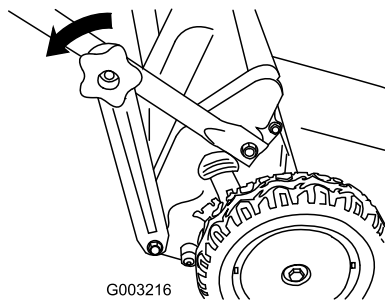

Figura 43
1. Retire los pomos del manillar inferior (Figura 43).
2. Desenganche los soportes del manillar inferior del extremo inferior de ambos lados del manillar (Figura 43).